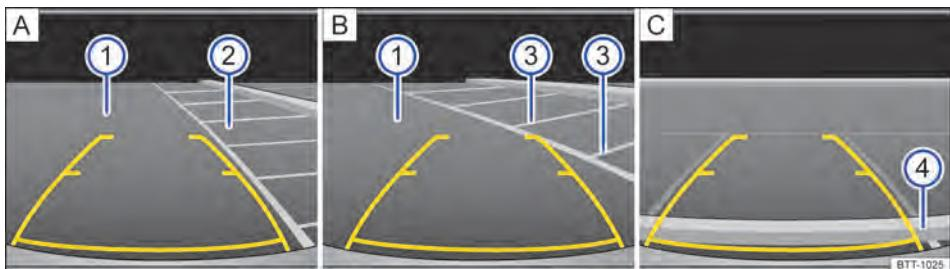

Fig. 124 Exibição do display do rádio ou do sistema de navegação: entrar na vaga de estacionamento com câmera de marcha à ré, modo 1.
Legenda para a representação esquemática Fig. 124:
2.	Posicionar o veículo na frente da vaga de estacionamento ② ⇒ Fig. 124 A.
4.	Conduzir para trás devagar e manobrar de modo que as guias amarelas laterais conduzam para a vaga de estacionamento selecionada ② B.
6.	Alinhar o veículo na vaga de estacionamento selecionada de modo que as guias amarelas laterais fiquem em cima das linhas de limitação lateral ③.